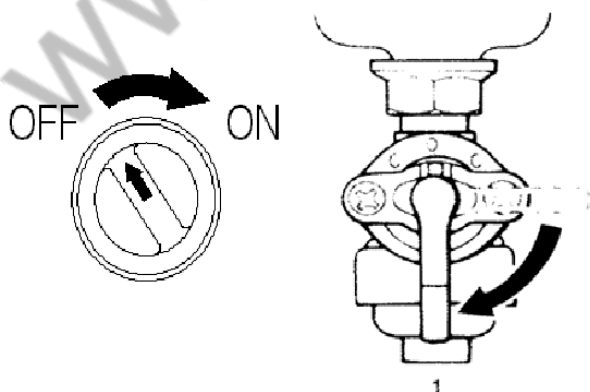

Рис.11
1. Встановіть запірний кран в лінії подавання палива в положення ON («УВІМК.») (Рис.11).